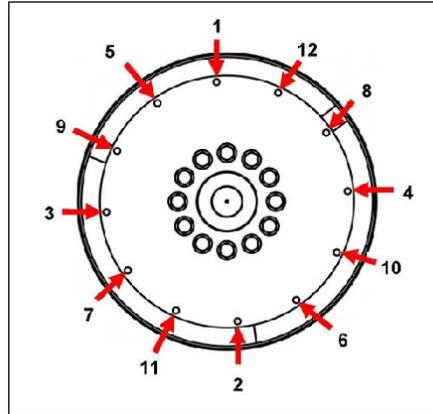

FIGURA 18. SECUENCIA DE FIJACIÓN
10. Quite las espigas de alineación. Coloque los pernos de acoplamiento utilizando arandelas gruesas bajo los cabezales. Apriete los pernos para fijar el disco de acoplamiento al volante, en la secuencia que se muestra en Figura 18 en la página 38.